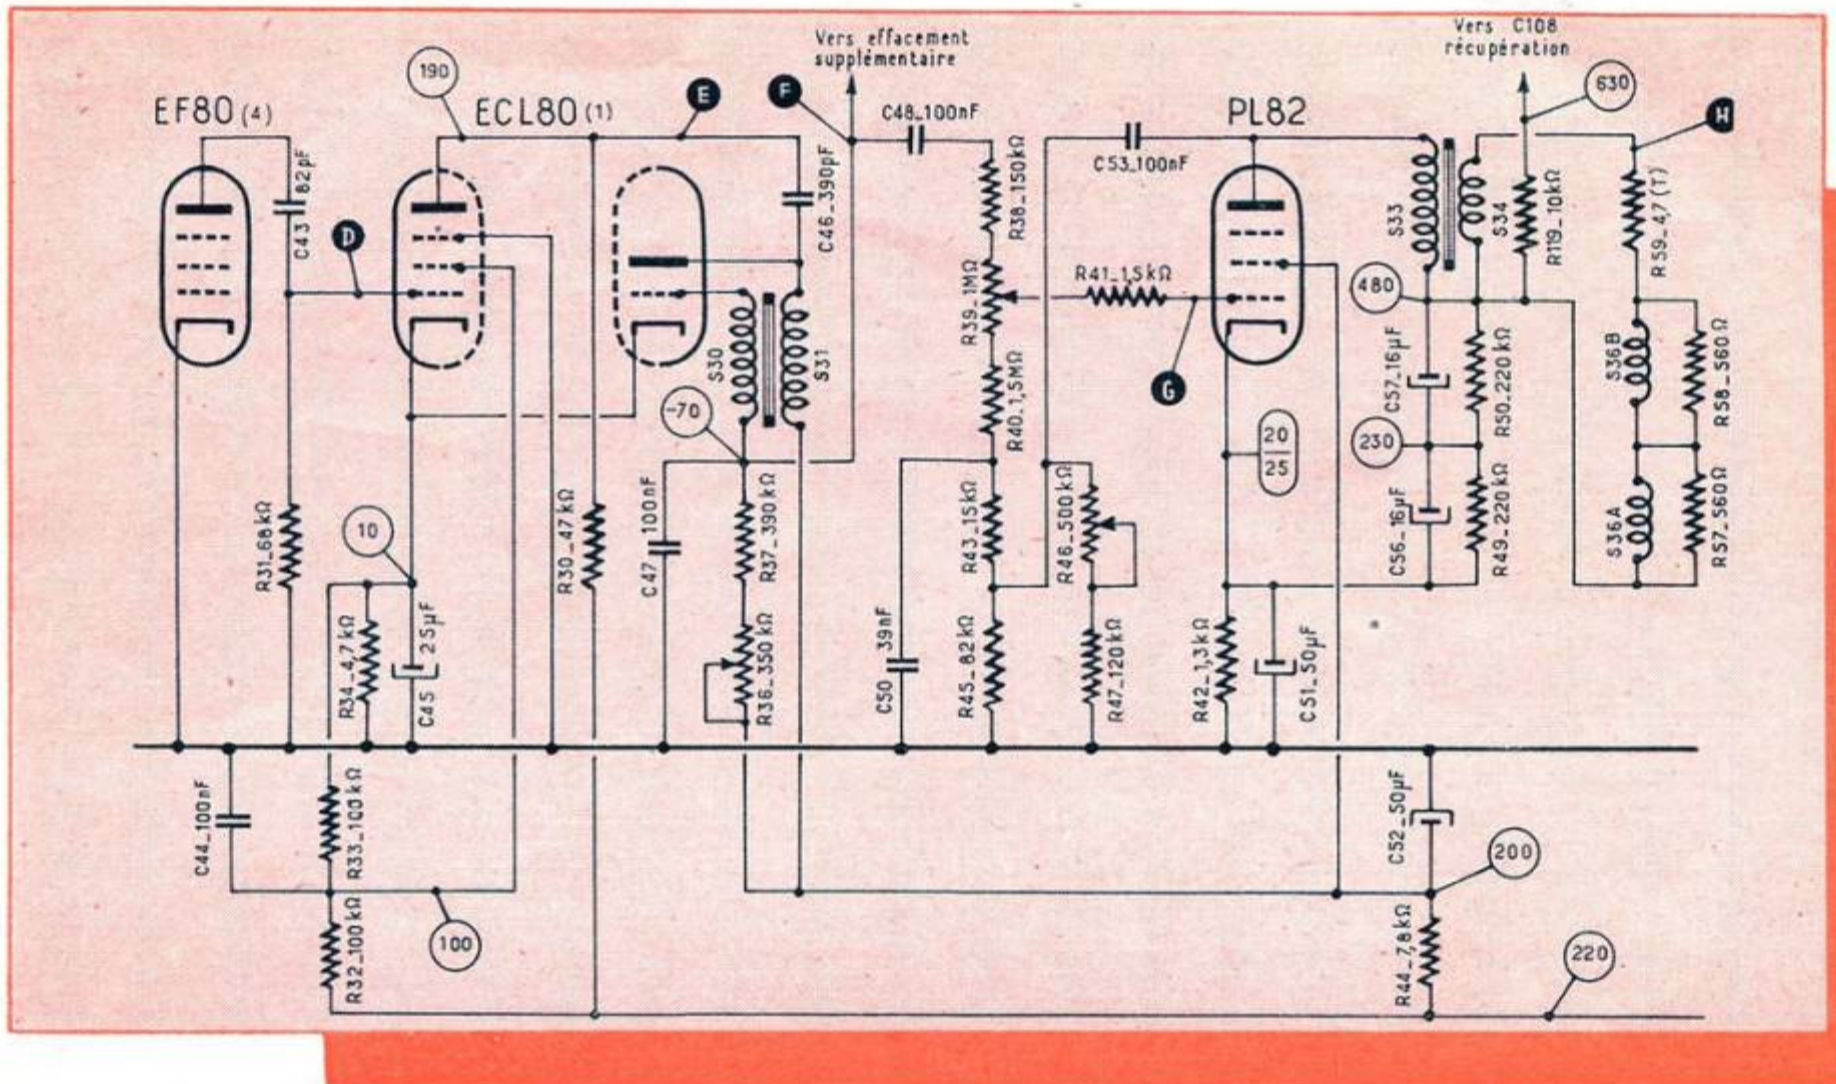

Fig. 6. — Schéma général de la base de temps images, y compris les circuits de balayage vertical.
Oscillogrammes que l'on relève normalement aux points indiqués du schéma de la figure 6. Tous ces oscillogrammes, sauf D (2), ont été relevés avec le balayage horizontal de l'oscilloscope réglé à 25 Hz. Pour l'oscillogramme D (2) ce balayage a été réglé à 10 kHz